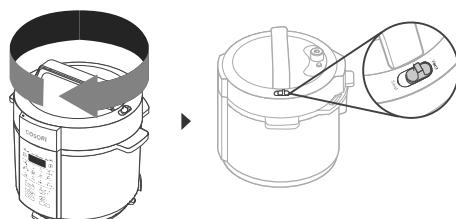

Figura 9.2
2. Cierre la tapa en la olla a presión y gírela en el sentido de las agujas del reloj para fijarla. Mueva el interruptor de salida de vapor a la posición "**Ventilación**". [Figura 9.2]